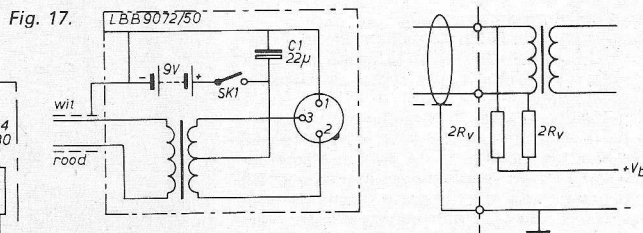

Fig. 17.
- de condensatormicrofoon kan bij lage spanningen werken; batterijvoeding is zeer eenvoudig. (fig. 17)